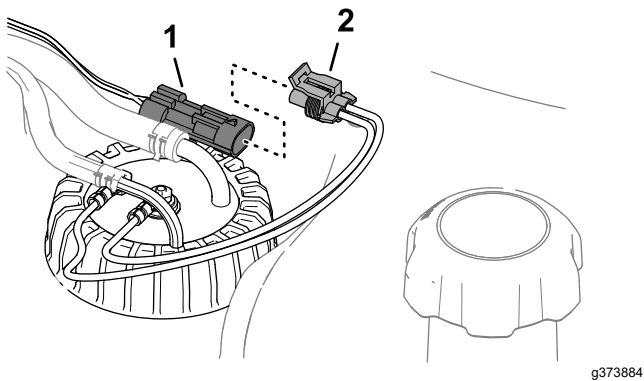

図 95
6. マシンのワイヤハーネスの 2 ピンコネクタに、燃料センダのハーネスの 2 ソケットコネクタを接続する 図 95。